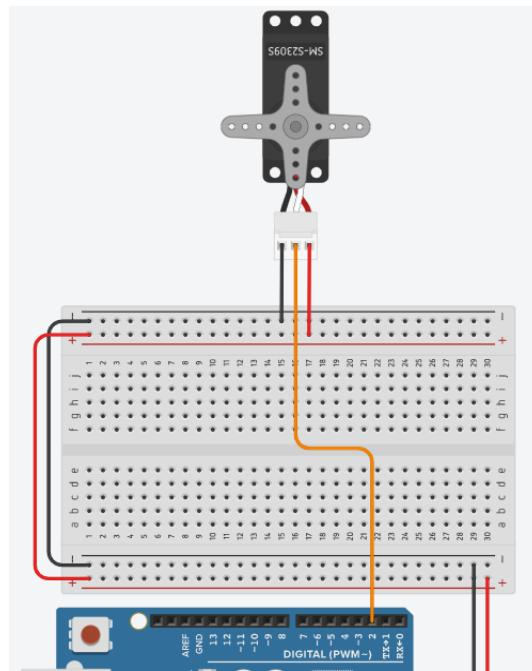

FIGURE 3.18 – Test servomoteur - Étape 3
- Effectuer les branchements du servomoteur sur votre carte Arduino (Se référer à la figure 3.18).